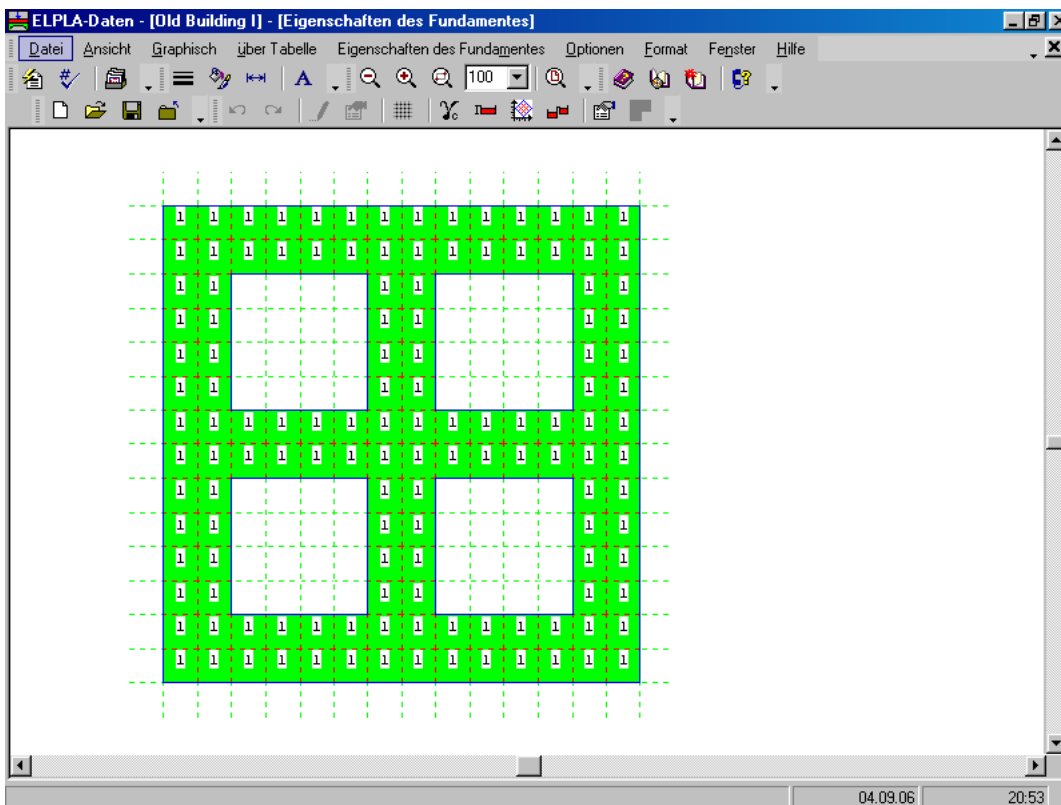
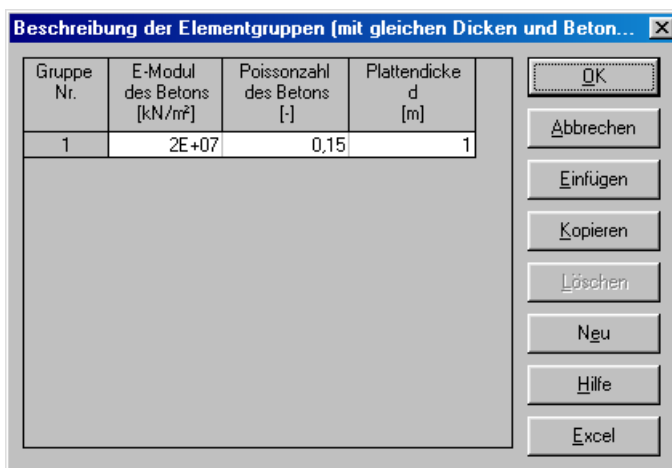
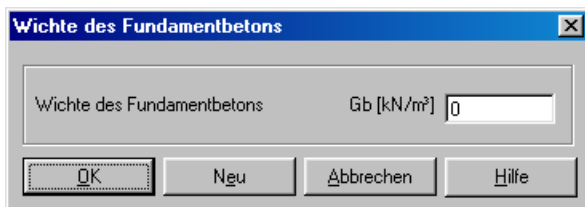
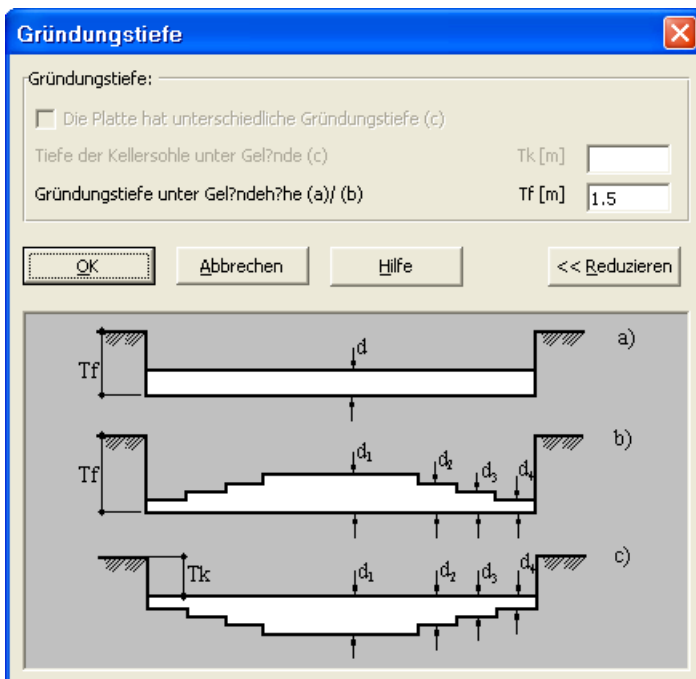

Bild 9-23 Eingebettetes Programm "Eigenschaften des Fundamentes"
Bild 9-24 Listenfeld "Beschreibung der Elementgruppe"
Bild 9-25 Dialogfeld "Wichte des Fundamentbetons"
Bild 9-26 Dialogfeld "Gründungstiefe"
- Wählen Sie den Befehl "Eigenschaften des Fundaments" aus dem "Daten"-Menü des *ELPLA-Daten*-Fensters. Das folgende eingebettete Programm im Bild 9-23 erscheint mit Standardwerten von Eigenschaften des Fundaments. Die Daten der Eigenschaften des Fundaments für dieses Beispiel sind Fundamentmaterial, Fundamentdicke und Gründungstiefe. Die anderen Daten entsprechen den Eigenschaften des Fundaments in den Programm-Menüs. Deshalb kann der Benutzer diese Daten aus den Standardwerten der Eigenschaften des Fundaments übernehmen
- Wählen Sie den Befehl "Elementgruppen" aus dem Menü "über Tabelle" im Fenster von Bild 9-23. Das folgende Listenfeld im Bild 9-24 mit Standardwerten erscheint. Um einen Wert im Listenfeld einzugeben oder zu modifizieren, schreiben Sie diesen Wert in der entsprechenden Zelle, dann drücken Sie "Eingabe". Im Listenfeld von Bild 9-24 geben Sie E-Modul des Fundaments, *Poissonzahl* des Fundaments und die Fundamentdicke ein
- Wählen Sie "Wichte des Fundamentbetons" aus dem Menü "Eigenschaften des Fundaments" im Fenster von Bild 9-23. Das folgende Dialogfeld im Bild 9-25 mit einer Standardwichte von 25 [kN/m3] erscheint. Um das Eigengewicht des Fundaments bei der Berechnung zu vernachlässigen, schreiben Sie 0 im Textfeld "Wichte des Fundamentbetons"
- Wählen Sie den Befehl "Gründungstiefe" aus dem Menü "Eigenschaften des Fundaments" im Fenster von Bild 9-23. Das folgende Dialogfeld im Bild 9-26 erscheint, um die Gründungstiefe unter Geländehöhe zu definieren
- Wählen Sie "Eigenschaften des Fundaments speichern" aus dem "Datei"-Menü im Bild 9-23, um die Eigenschaften des Fundaments zu speichern